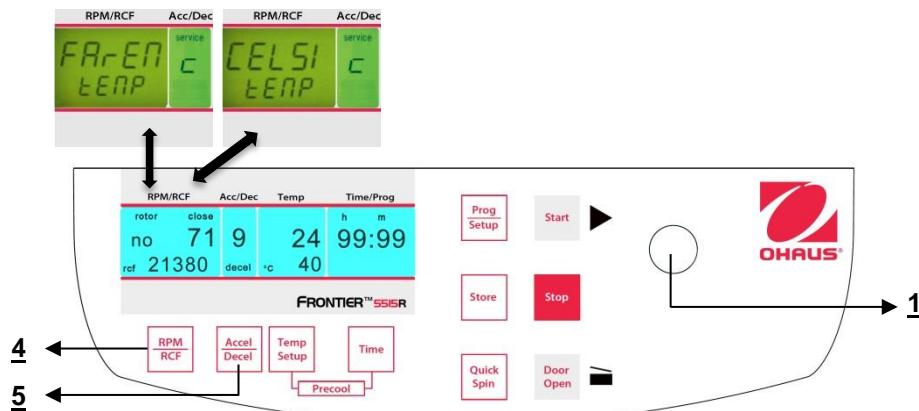

Figura 32
Procedere come descritto al punto 4.1.2 per inserire questa modalità programma e poi premere il tasto "Accel/Decel" (5). Sul display "Acc/Dec" (A-2 compare la parola "Service". Selezionare adesso la lettera "C" con la manopola di regolazione (1). Di conseguenza, sul display "RPM | RCF" (A-1), appaiono le parole "CELSI/temp". Se si preme il tasto "RPM | RCF" (4), lampeggia la parola "CELSI" e si può modificare il display Fahrenheit "FAREN", con la manopola di regolazione(1) (Vedere figura 32).